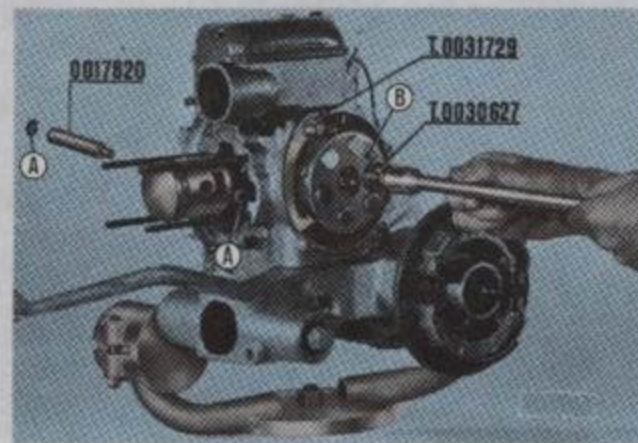

Fig. 29
**Fig. 29. Bulón del pistón y grupo embrague:** Con los alicates especiales T. 0017104 sacar de su propio alojamiento los anillos elásticos «A» de retención bulón; con el puntero 0017820 quitar el bulón. Desatornillar los tres tornillos y quitar la tapa embrague, bloquear el grupo embrague «B» con el gancho T. 0031729 (para sujetar el gancho emplear uno de los tres tornillos montándolo en el agujero cerca de la lumbrera de admisión). Con la punta de un destornillador desenganchar el muelle de retención platillo, extraer el platillo, enderezar la arandela freno, aplicar la llave T. 0030627 y quitar el anillo roscado del bloqueaje que permite desmontar el grupo embrague «B».